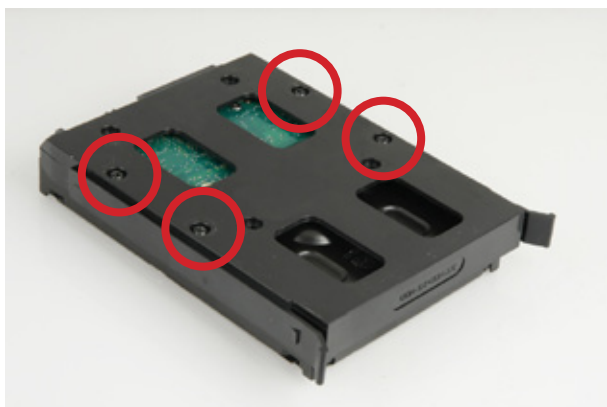

図12a
3. 下からHDDを取付フレームに取り付けます。(図12a と b)